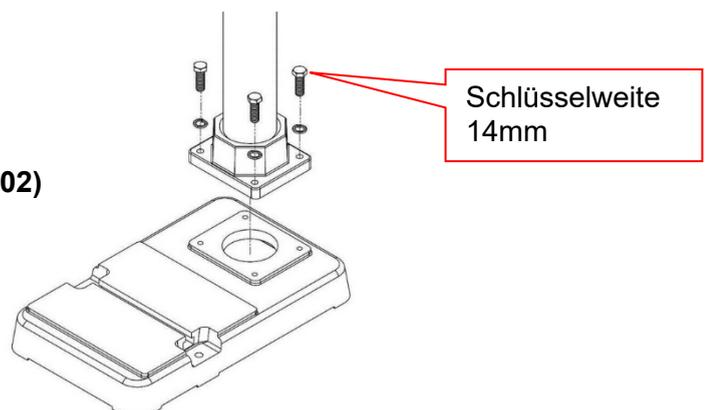

Abbildung 02
2. Befestigen Sie die Säule mit den vier Sechskantschrauben am Sockel (**Abbildung 02**)